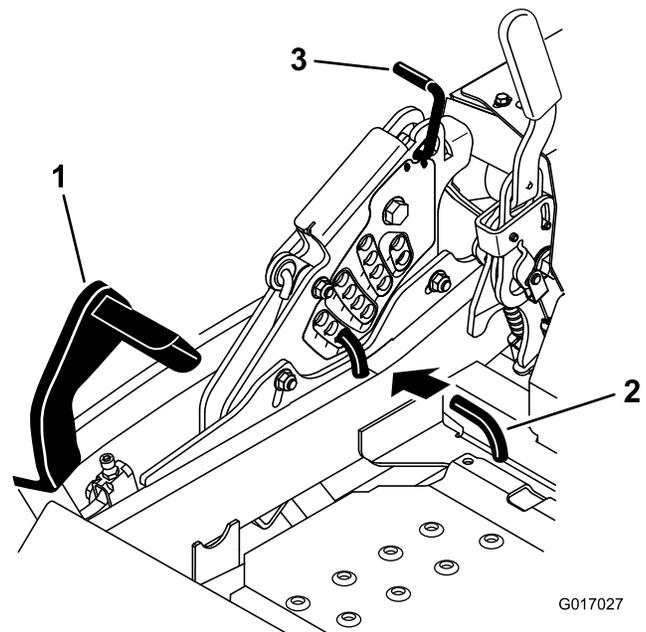

Figura 87
5. Empuje el pedal de elevación de la carcasa hacia delante del todo; la carcasa se enganchará en la posición de transporte de 14 cm (5-1/2 pulgadas) (Figura 87).